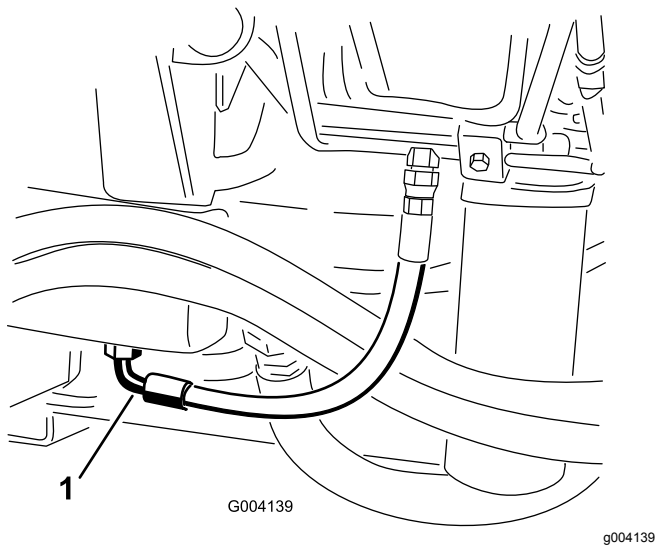

Bild 79
2. Stellen Sie eine große Auffangwanne unter das Anschlussstück, das unten am Hydraulikölbehälter befestigt ist (Bild 79).